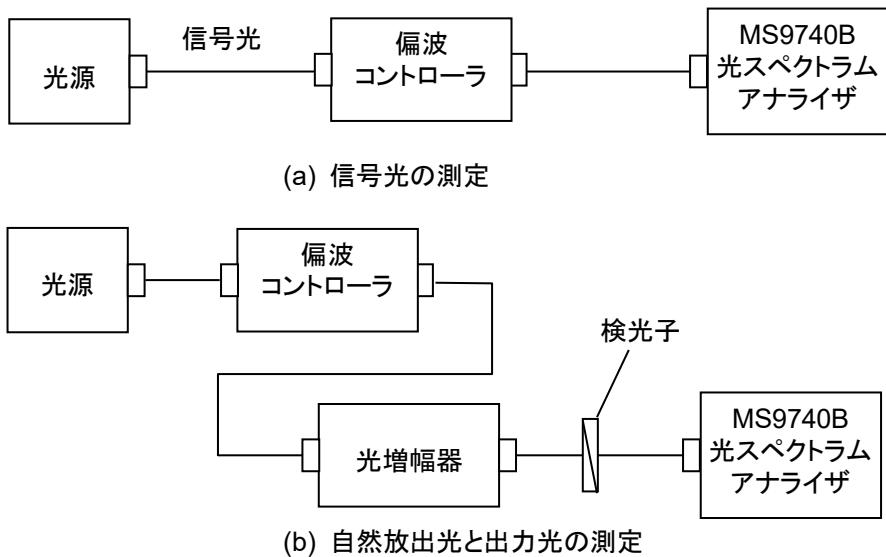

図 5.7.4-1 偏波リング法の測定系
8. 図 5.7.4-1 (a) のとおり接続して、信号光を本器に入力します。
17. 図 5.7.4-1 (b) のとおり接続して、光増幅器の出力光を本器に入力します。